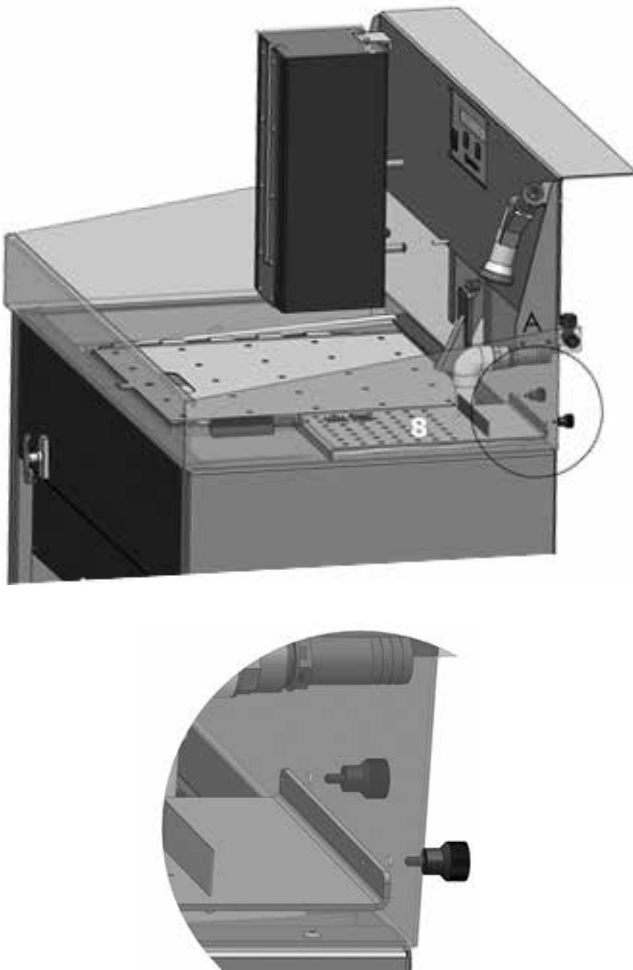

Fig. 7
- Poser la station dans le bac avec les alésages au dos à droite et la fixer par l'arrière de l'installation avec les deux vis moletées (8) fig. 7.